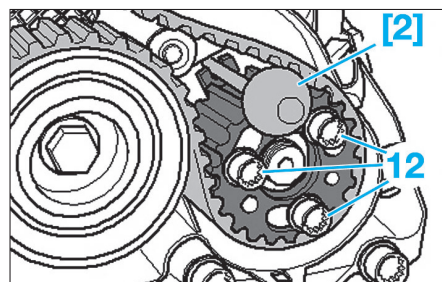

FIG. 21
• Bloquer le moyeu de la pompe haute pression à l'aide de la tige de blocage [2] en poussant la tige de blocage dans l'ajustement situé à l'extérieur du pignon de courroie crantée (Fig.21).